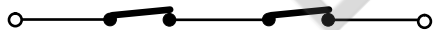

Fig. 32
N.B. Si deux ou plusieurs dispositifs de sécurité ont la même fonction (ouverture, fermeture, ouverture et fermeture, bord), il faut connecter les contacts en série entre eux (fig. 32).
Pour installer plusieurs dispositifs de sécurité, connecter les contacts N.F. en série (fig. 32).